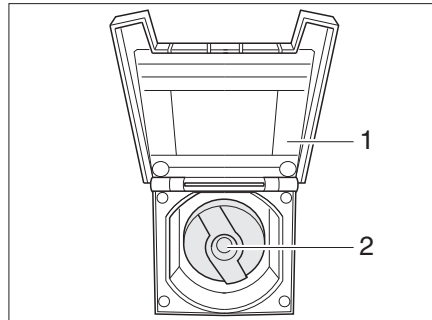

Bild 140 Verschlussdeckel für Trinkwasser-Einfüllstutzen
- Verschlussklappe (Bild 140,1) zum Trinkwasser-Einfüllstutzen öffnen.
- Schlüssel in Schließzylinder (Bild 140,2) stecken und eine viertel Umdrehung entgegen dem Uhrzeigersinn drehen.
- Verschlussklappe (Bild 140,1) schließen.
- Trinkwasser-Einfüllstutzen (Bild 140) öffnen.